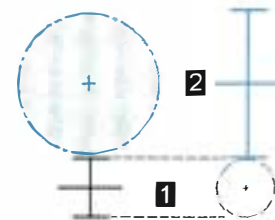

Figure 4.6 • Engrenage gauche.
- les engrenages **gauche** à vis et roue tangente : boîtiers de direction (figure 4.6).